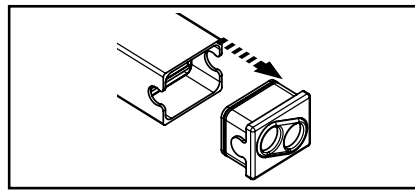

Figura 2: Tappo di chiusura sul contenitore
2. Spingere la scheda all'interno del contenitore. Assicurarsi che la lunghezza spellata del cavo sia completamente all'interno del contenitore (Figura 2).